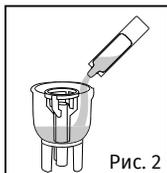

Рис. 2
4. Заполнить небулайзерную камеру лекарственным средством, которое назначил врач (рис. 2).